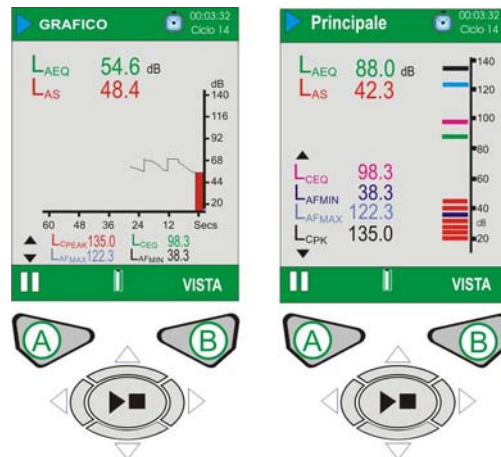

Figura 13 CEL-620A Schermate Ciclo
CEL-620A (fare riferimento alla figura 13). I valori della banda larga possono essere visualizzati in forma di grafico a barre sulla schermata Principale, o come cronologia grafica sulla schermata Grafico. Premendo il tasto Vista (B) è possibile passare dalla schermata Grafico alla schermata Principale e viceversa.